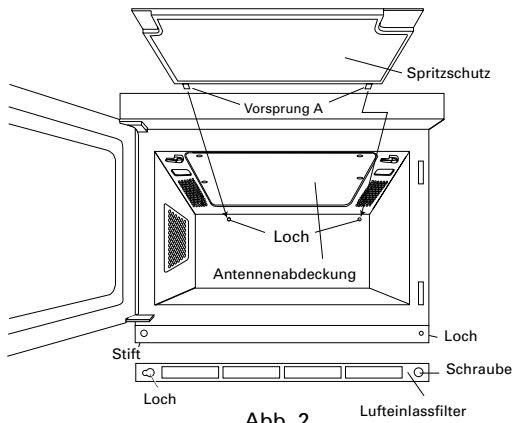

Abb. 2
Spritzschutz wie in Abb. 2 dargestellt entfernen, und Rahmen von der Abdeckung trennen.
Netz Kabel von der Steckdose trennen. Die 2 Laschen, die die obere Geräteabdeckung halten, wie in Abb. 2 dargestellt zur Garraumdecke drehen, und dann die Abdeckung vorsichtig nach unten ziehen, um sie von der Garraumdecke zu trennen. Danach die Abdeckung vom Rahmen trennen. Sie wird von 4 Riegeln gehalten.
Netz Kabel von der Steckdose trennen. Abdeckung wieder am Rahmen anbringen. Vorsprung A (2) in die 2 Löcher in der hinteren Garraumwand einführen, und danach Vorsprung B (2) in die 2 Löcher in der Garraumdecke wie in Abb. 2. dargestellt einführen. Laschen in ihre Ausgangsposition schieben.